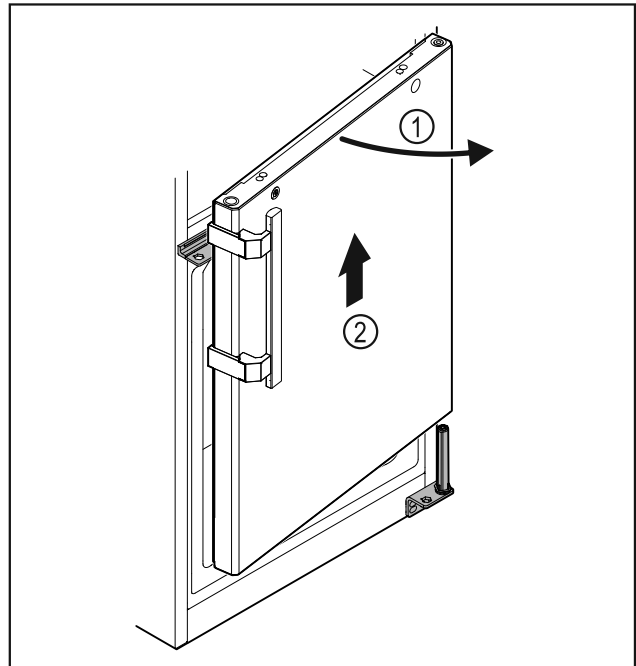

Fig. 25
- ▶ Tür Fig. 25 (1) leicht öffnen, circa 200 mm (7.87 in) gerade nach oben heben und abnehmen Fig. 25 (2).